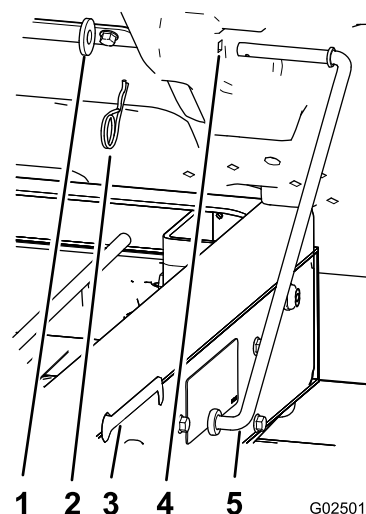

Figura 10
1. Retire el pasador de horquilla y la arandela que sujetan la varilla de sujeción a la cara inferior de la plataforma (Figura 10).
2. Deslice la varilla de sujeción hacia adelante para retirarla del soporte del bastidor (Figura 10).